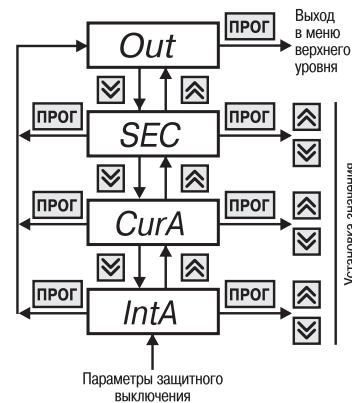

Рис. 17
6.2.2.6. Группа «RLr» предназначена для установки параметров защитного отключения (рис. 17). Код доступа для этой группы «_44».